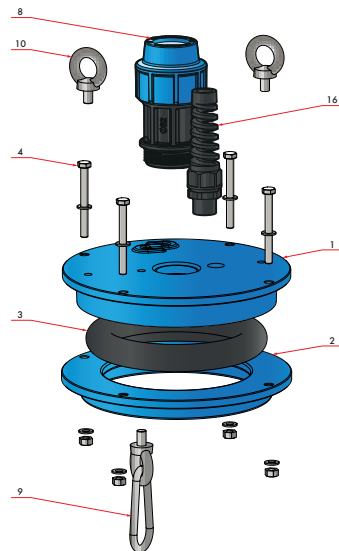

Рисунок 3
(рисунок 3) Оголовок скважинный крепится на обсадной трубе один раз за весь период эксплуатации оголовка. Оголовок скважинный состоит из крышки (1), прижимного фланца (2), резинового кольца (3). Оголовок скважинный фиксируется на обсадной трубе при сжатии винтами (4) резинового кольца (3). Оголовок скважинный имеет отверстие для монтажа насоса и цилиндрическую поверхность для уплотнения крышки (1) с помощью кольца (3). Оголовок скважинный имеет гермоввод (16) электрокабеля насоса, цанговый зажим (8) напорной трубы, состоящий из накладной гайки, разрезного кольца, стопорного